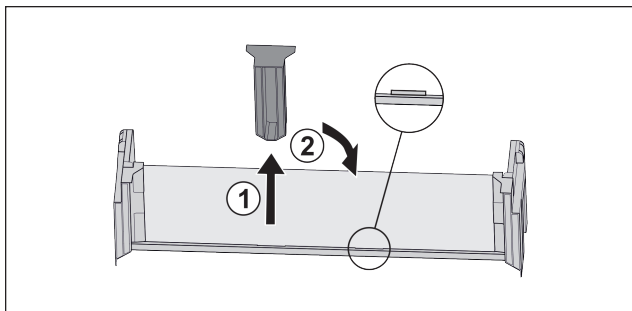

Fig. 83 \*
- ▶ Снимите среднюю поддерживающую деталь Fig. 83 (1)\*
- ▶ Вставьте среднюю поддерживающую деталь во вторую позицию Fig. 83 (2)\*